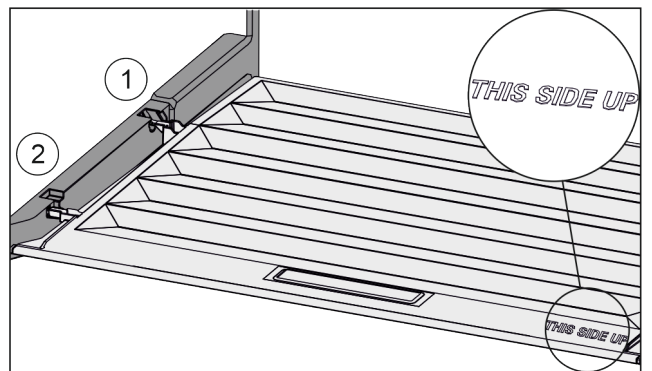

Fig. 110
- ▶ 从后部固定支架 Fig. 110 (1) 开口导入桥形接片并卡入固定支架 Fig. 110 (2) 的前端。